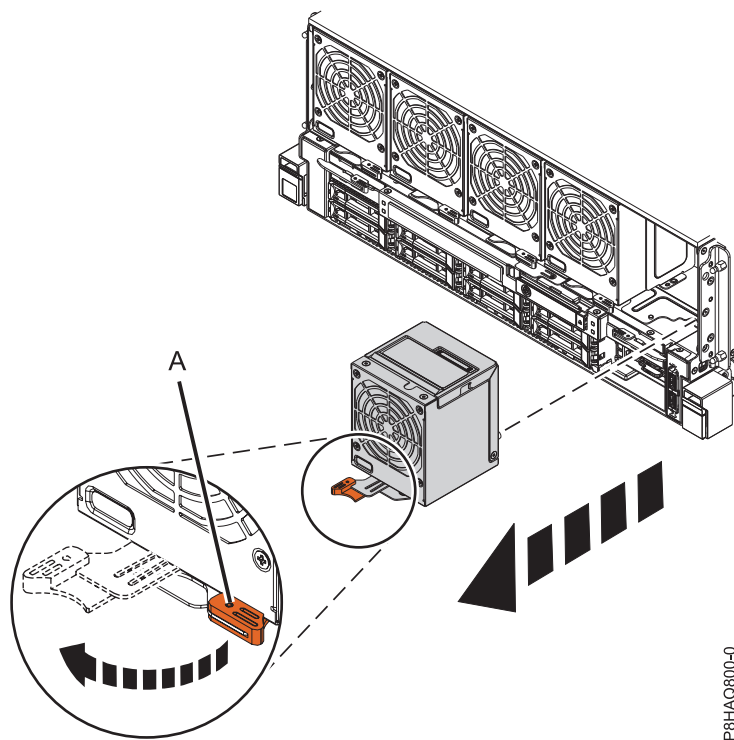

Figura 7. Removendo o ventilador frontal
1. Gire a alça do ventilador (A) na direção mostrada em Figura 7 na página 8 para destravar o ventilador do slot.